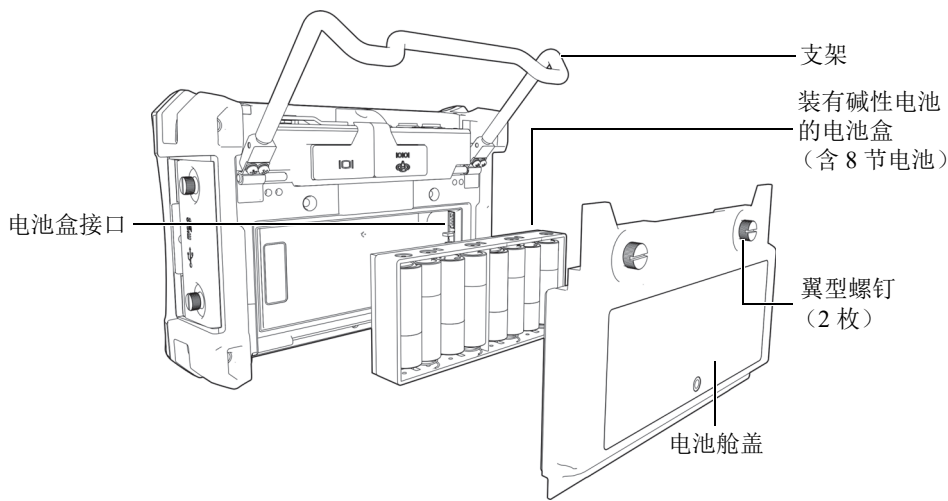

图 2-11 碱性电池盒
- 打开 BondMaster 600 仪器的支架（参见第 41 页的图 2-11）。